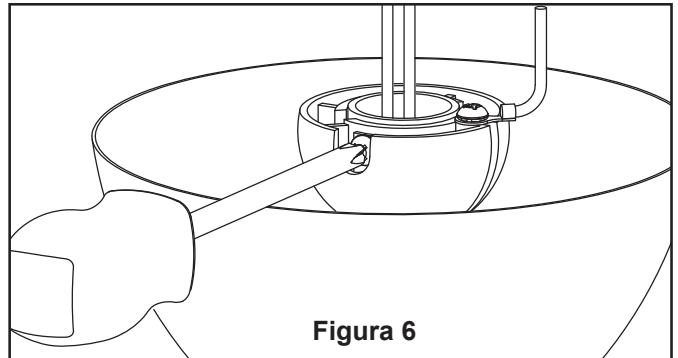

Figura 6
6. Vuelva a colocar la semiesfera en el barral como se indica a continuación. Pase los cables de rojo, gris, amarillo cables y cable de soporte de soporte para techo a través de la semiesfera. Pase el pasador a través de los dos orificios en el barral y alinee la semiesfera de modo que el pasador quede atrapado en la ranura de la parte superior de la misma. Empuje la semiesfera hacia arriba, bien ajustada contra el pasador. Ajuste firmemente el tornillo de fijación en la semiesfera. Si el tornillo de fijación está flojo, podría provocar oscilación del ventilador. (Figura 6)